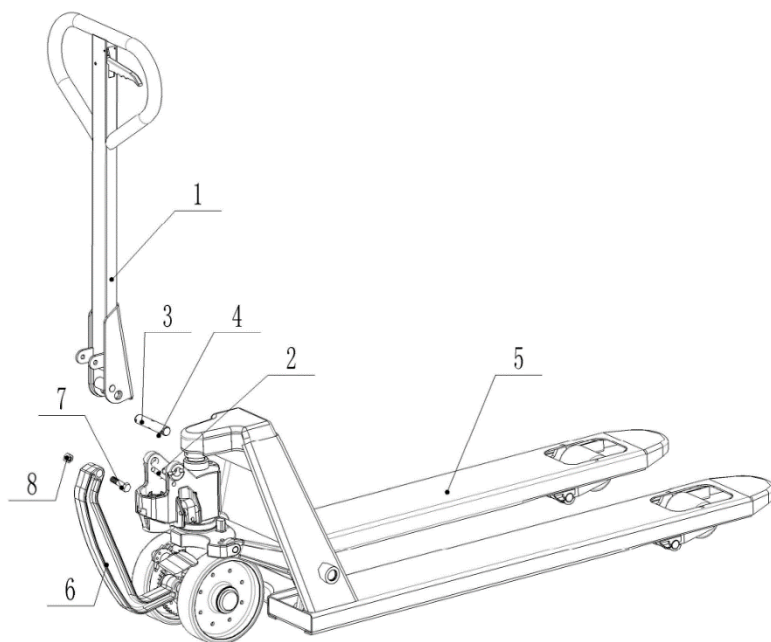

Рис. 5: Монтаж ручки ER A
А) Соедините ручку управления (1) и шатунный механизм (6) болтом (7) (рис. 5)
Ф) Используя молоток забейте второй штифт (рис. 5, поз. 4) в отверстие на рукоятке. Теперь ручка подсоединена к гидроузлу.
Е) Соедините ручку управления (2) и шатунный механизм (рис. 5, поз. 6) болтом (рис. 5, поз. 7).